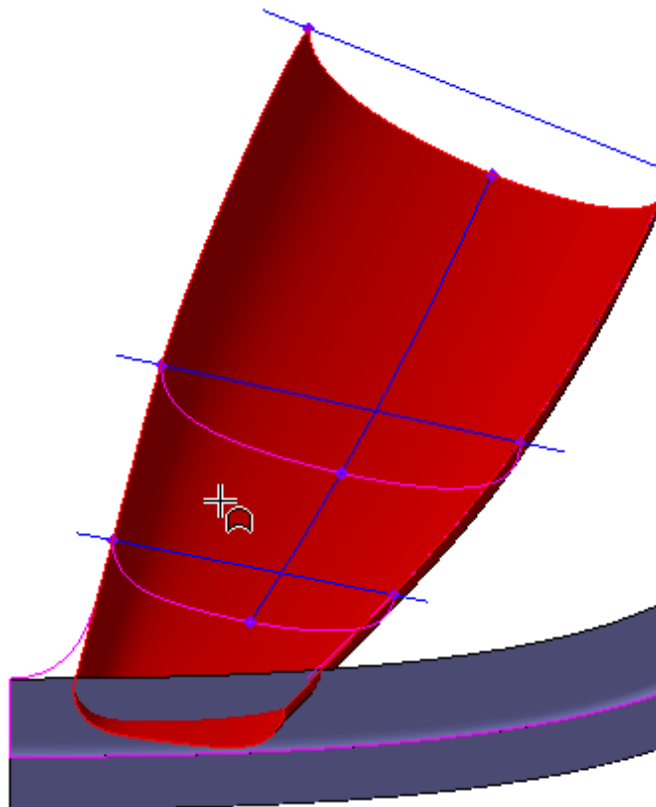

Рисунок 45.
- Разверните модель и укажите Рукоятку — поверхность для усечения (рис.45).